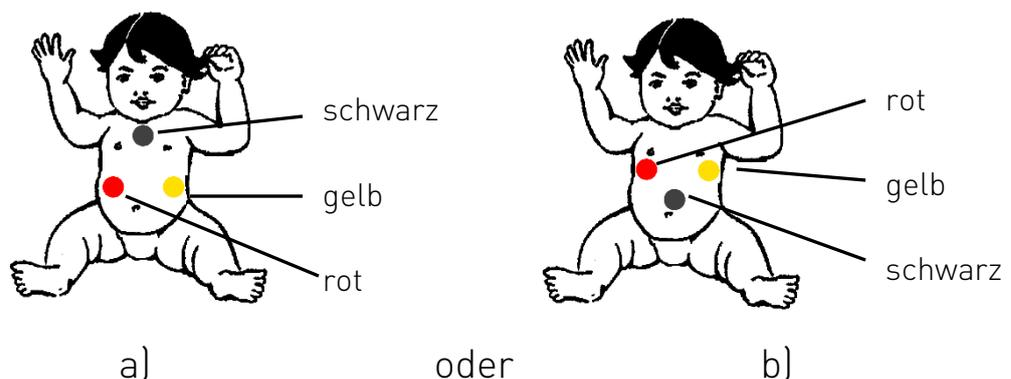
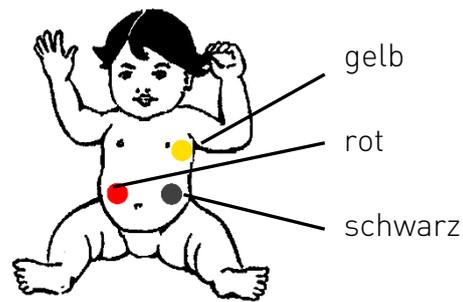

Fig. 21 Empfohlene Elektrodenkonfigurationen
Fig. 22 Alternative Elektrodenkonfiguration
Beginnen Sie mit den Elektrodenkonfigurationen, die in Fig. 21 dargestellt sind. Legen Sie die mit Gel beschichtete Seite der Elektrode auf die gewählte Stelle und drücken Sie sie mehrmals vorsichtig an, um einen guten Kontakt herzustellen. Ordnen Sie zuerst an:
- die Elektroden an Säuglingen wie in Fig. 21 a) dargestellt (diese Elektrodenkonfiguration hat sich häufig bewährt, da sich die Bauchdecke des Säuglings im Allgemeinen synchron mit der Atmung bewegt),
- die Elektroden bei allen anderen Personen wie in Fig. 21 b) abgebildet.
Wenn die in Fig. 21 dargestellten Elektrodenkonfigurationen kein gutes Signal liefern, versuchen Sie die in Fig. 22 dargestellte alternative Elektrodenkonfiguration.